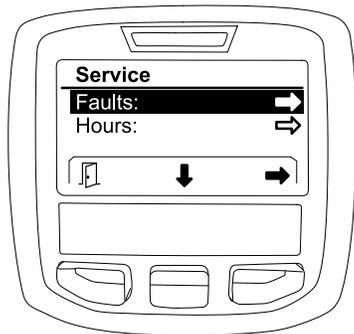

図 26
1. 中央ボタンを押してFAULTS画面へ移動し、右ボタンで Faults 画面に入ります 図 26。